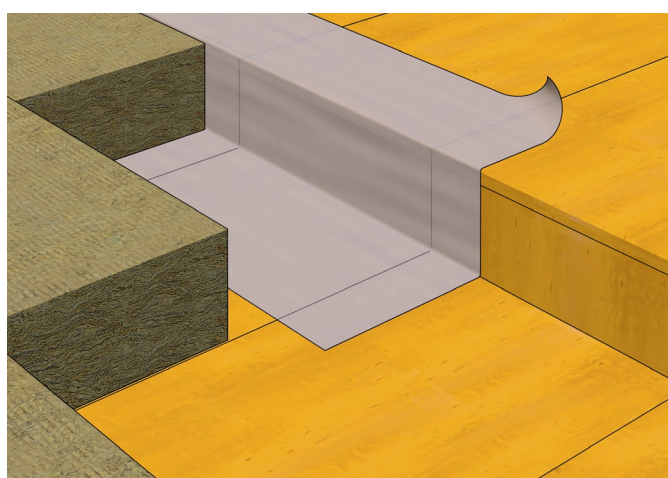

Abb. 6: Trennschicht bei stirnseitiger Schalung.
- Bei stirnseitiger Schalung der Dämmung ist eine Trennschicht (z.B. Abdeckfolie) einzulegen, um eine stirnseitige Verklebung der Dämmung mit der Schalung zu verhindern (Abb. 6).